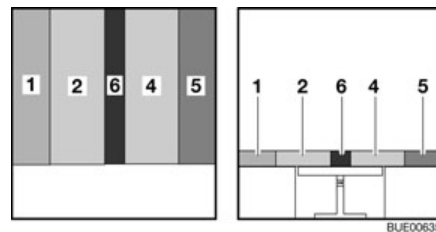

Fig. 141 Après la transformation
- Placer le coussin supplémentaire (Fig. 141,6) entre les coussins d'assise (Fig. 141,2 et 4).